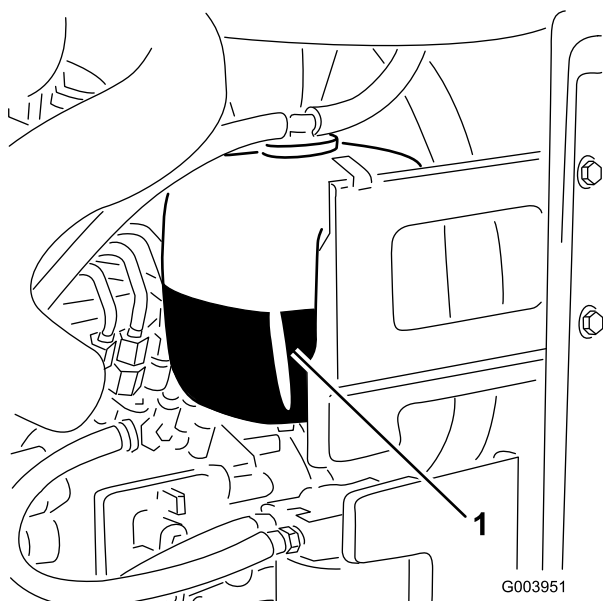

Figura 58
1. Verifique o nível de líquido de arrefecimento do depósito secundário (Figura 58).